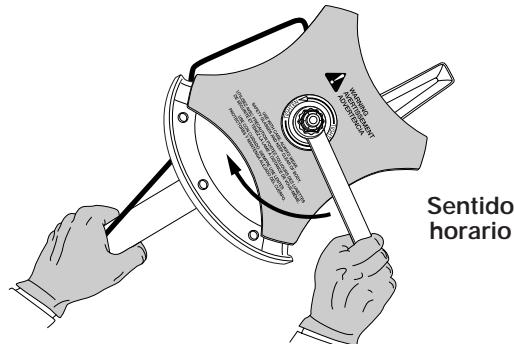

Figure 14
2. Sostenga la varilla de cierre en su lugar junto al brazo de la unidad (Fig. 14).
3. Mientras sostiene la varilla de cierre, afloje la tuerca de la cuchilla girándola en sentido horario con una llave de casquillo o de boca cerrada de 16 mm (5/8 de pulgada) (Fig. 14).